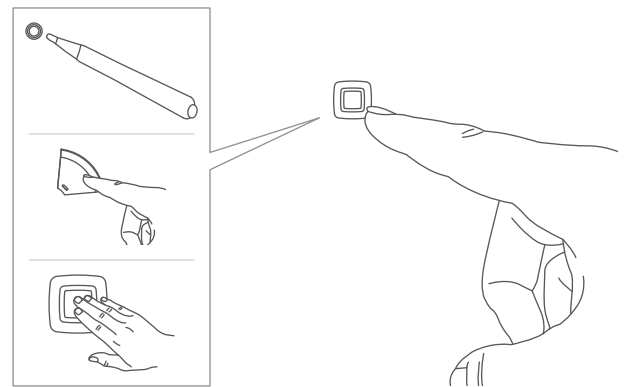

Figure 9
- Maintenez la touche système enfoncée pendant 4 s Fig. 9.